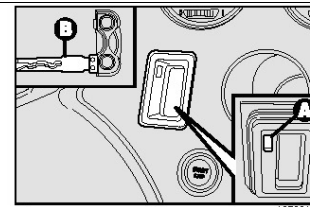

рис.1
□ Установить металлическую часть ключа **В** – рис.1 электронного ключа в отверстие **А**;
**ПРЕДУПРЕЖДЕНИЕ.** Не вставляйте в щель **А** – рис.1 инородные предметы, а только металлическую часть **В** электронного ключа.